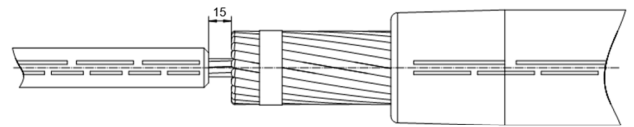

Bild 5
10. Schieben Sie das Stahlrohr auf die Stahlseele, bis der Abstand zwischen Stahlrohr und Aluminiumdrähte ca. 15 mm entspricht (Bild 5). Für Leiterseile > Ø 40 mm kann der Abstand auch bis zu 25 mm sein.